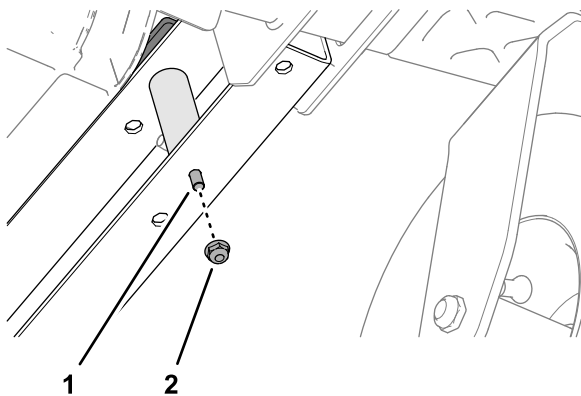

図 10
3. キャップスクリュー1/4 x 4"にフランジロックナット1/4"を取り付けてナットを締め付ける 図 10。